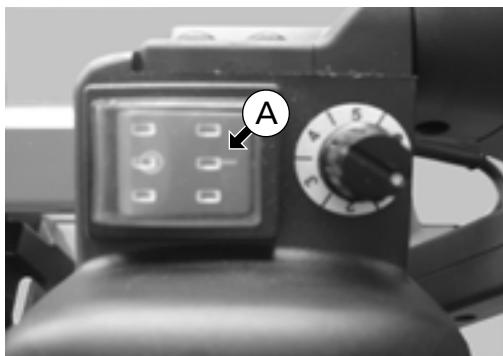

Fig. 7
Si al enchufar la sierra de cinta el interruptor (A) - (Fig. 7) no se encuentra en la posición "OFF", la hoja de corte puede causar daños graves de corte al usuario.
Elementos de Fig. 7 - 8
Presione el interruptor (A) hasta la posición "ON" (encendido) - (Fig. 7).